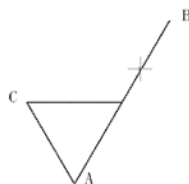

图 8.6 定义块后的效果
(6) 此时视图中没有任何变化，但是如果选择标高图形，将会选中整个图形，这就说明图形已经被作为一个整体来对待，如图 8.6 所示，即标高图形已经是一个块了。
(7) 在菜单栏中选择【文件】/【保存】命令，在打开的【保存】对话框中，设置保存的名称为“创建块.dwg”，选择【保存】按钮。